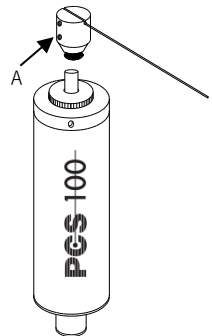

図6：ニードルキャップ止めネジ(A)
1.5mmの六角レンチを使用して、ニードルキャップの2本並んでいるネジの下側のネジ（図6「A」）を緩め、ニードルアセンブリをセンサーから取外してください。